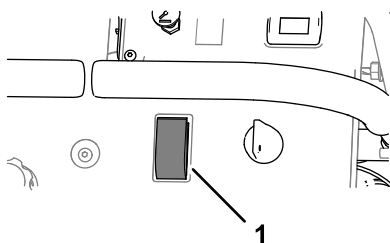

Figure 41
3. Placez la commande de la pompe de pulvérisation à la position MARCHE (Figure 41).